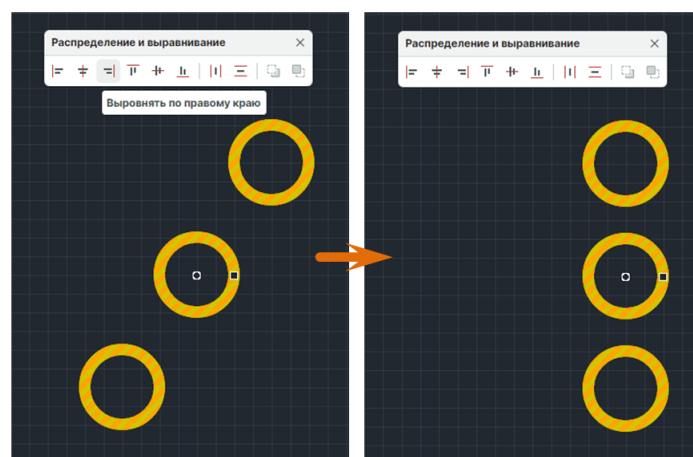

Рис. 295 Выравнивание по правому краю
2. На панели «Распределение и выравнивание» выберите инструмент «Выровнять по правому краю», который обозначен иконкой , см. Рис. 295.